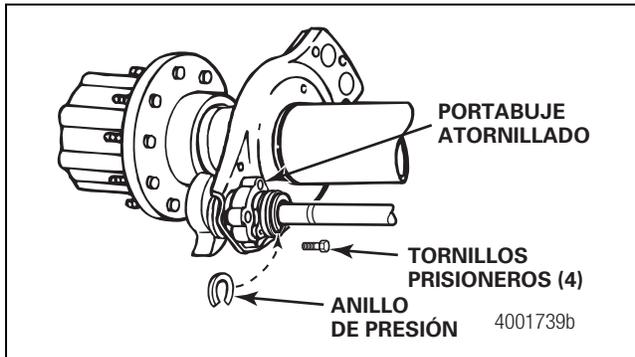

Figura 5.3
2. Retire el seguro de presión en el lado INTERNO del portabuje atornillado. Retire los cuatro tornillos del portabuje. Figura 5.3.